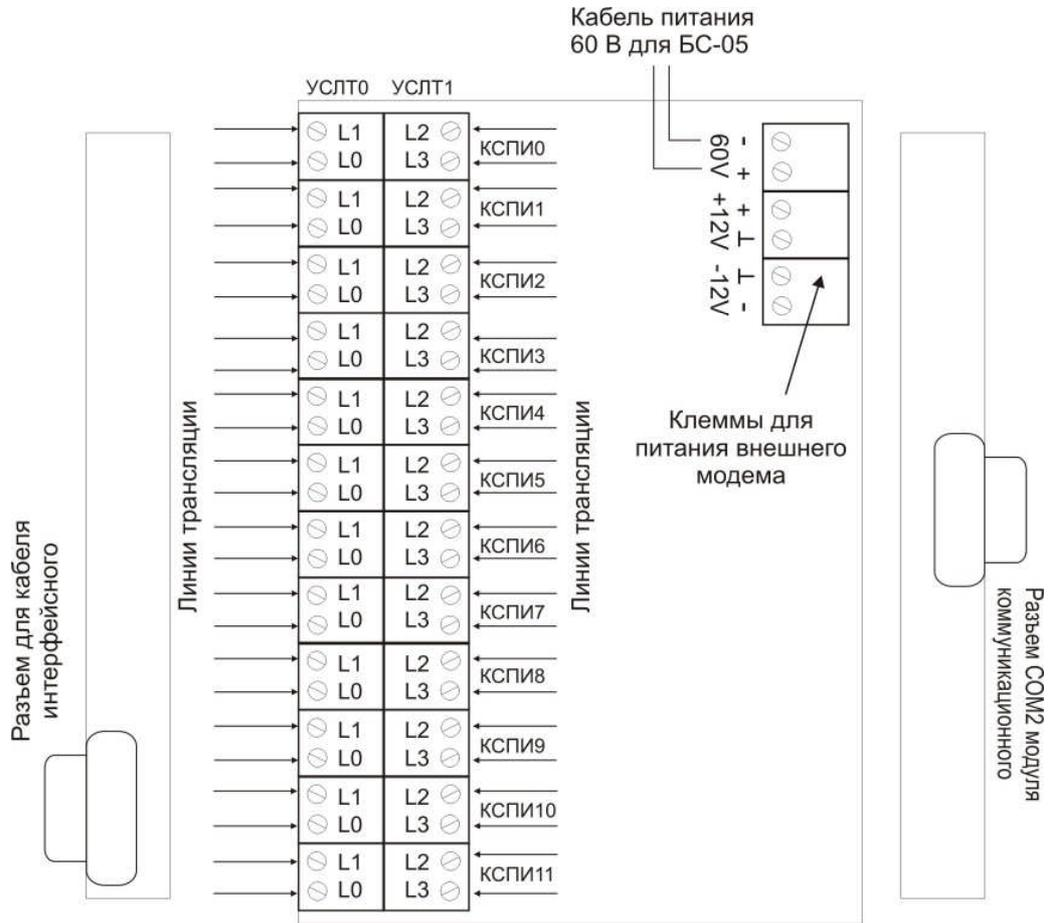

Рисунок 2.1 – Расположение присоединительных разъемов на коммуникационной плате блока сопряжения
2.9 Для подключения линий трансляции, питания 60 В (для БС-05.01) под верхней крышкой блока сопряжения (см. рисунок 2.1) установлена коммуникационная плата с разъемами.